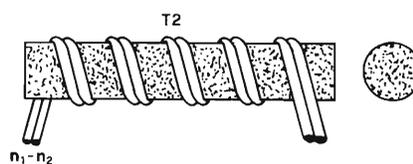

Fig. 18 - Realizzazione pratica di T2.
- T2 = Nucleo: barretta ferroxcube 4A10, diametro 10 mm; lunghezza 50 mm avvolgimenti (vedi fig. 18), n 1 e n 2:6 spire di filo di rame smaltato da 1,1 mm avvolti in bifilare.